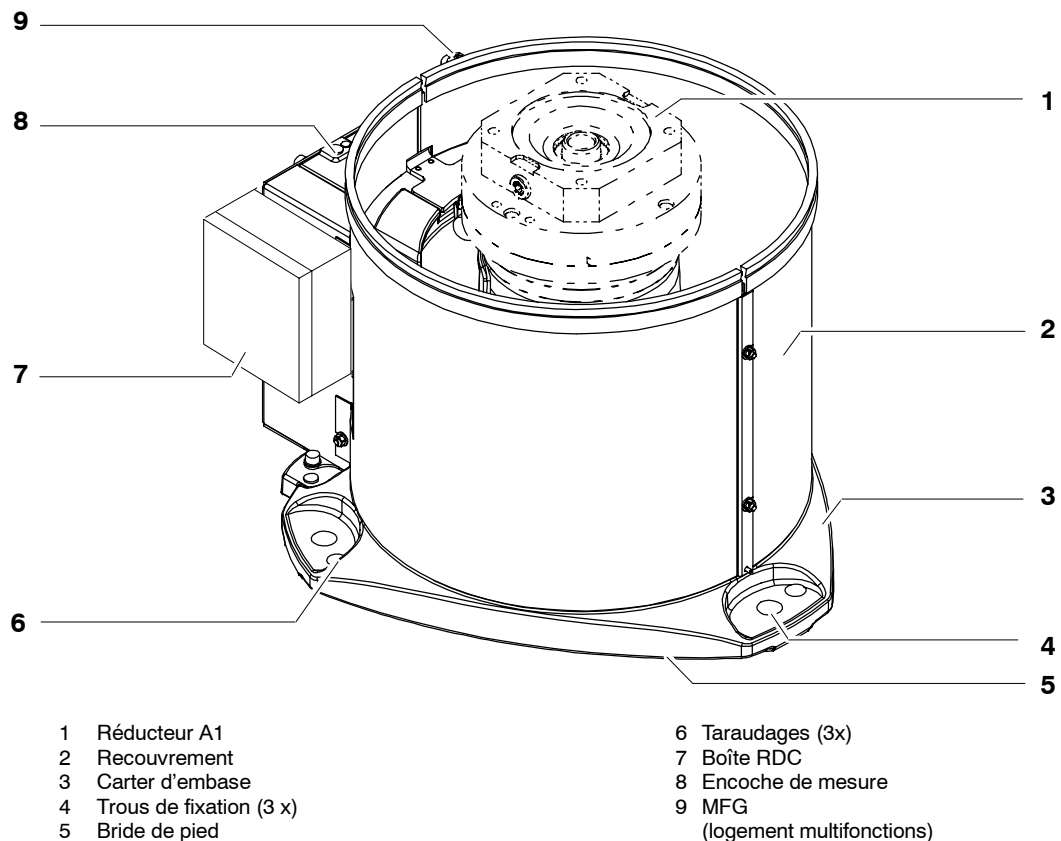

Fig. 11 Structure de l'embase
L'embase (Fig. 11) est la partie fixe de l'ensemble mécanique du robot sur laquelle tourne le bâti de rotation avec l'épaule, le bras et le poignet. La bride de pied (5) comprend des trous de passage (4) pour la fixation du robot et deux taraudages (6) permettant la dépose du manipulateur sur deux boulons d'appui (accessoires, voir le chapitre 7.4, "Mise en place").